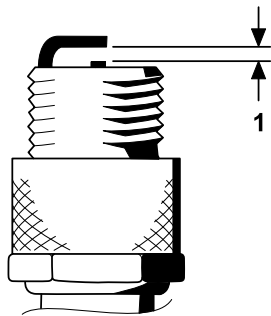

图 43
- 如图 43所示将中心电极与侧电极之间的空隙设置为 0.76mm。